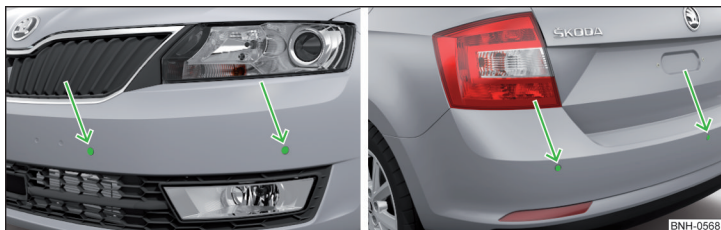

Fig. 116 Locul de amplasare al senzorilor de pe partea stângă a autovehiculului: față/spate
- Mențineți senzorii sistemului » fig. 116 la pagina 100 curați, fără zăpadă sau gheață și nu îi acoperiți cu niciun fel de obiecte, pentru a nu limita funcționarea sistemului.
Sistemul calculează cu ajutorul undelor de ultrasunete distanța dintre bara de protecție și un obstacol. Senzorii cu ultrasunete se găsesc în bara de protecție spate, respectiv și în bara de protecție față, în funcție de dotarea autovehiculului » fig. 116.